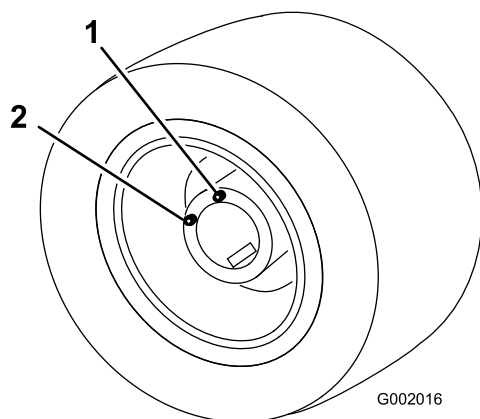

Figura 48
5. Mueva el vehículo lentamente hasta que la rueda quede posicionada para el llenado, según muestra Figura 48.